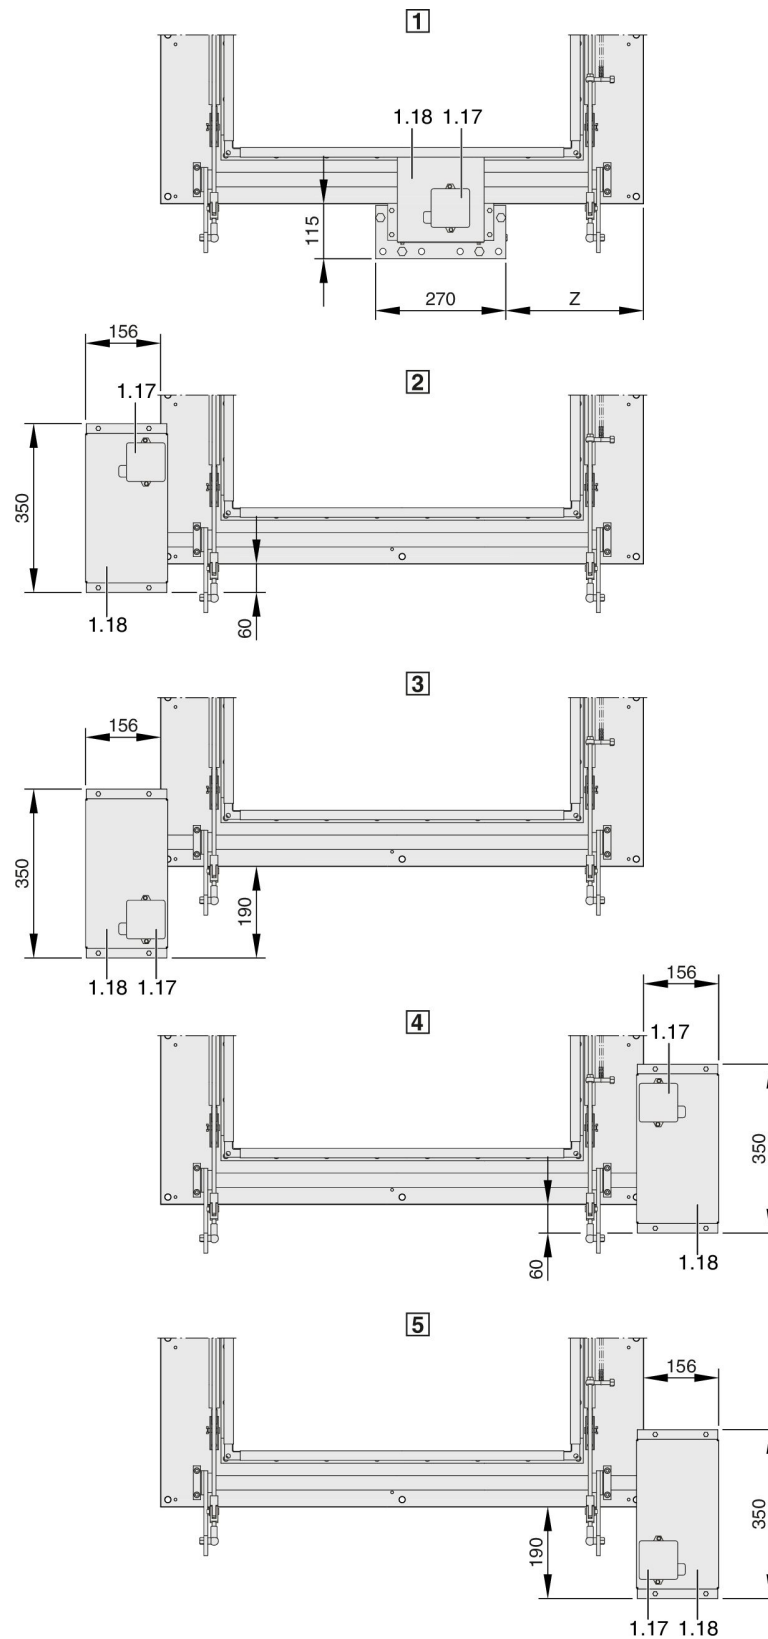

Abb. 5: Positionen elektrische Auffahrhilfe
1.18 Elektrische Auffahrhilfe (Standard), zusätzliche mögliche Positionen siehe Abb. 5